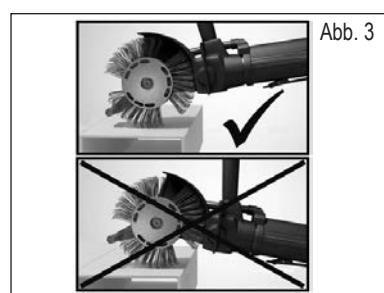

Abb. 3
8. Um beste Leistung zu erzielen, ist darauf zu achten, dass der Beschleunigungsstab nahe über die zu bearbeitende Oberfläche geführt wird. Bei zu großer Entfernung des Beschleunigungsstabes zur Oberfläche, nimmt die Leistung spürbar ab. Siehe Abb. 3.